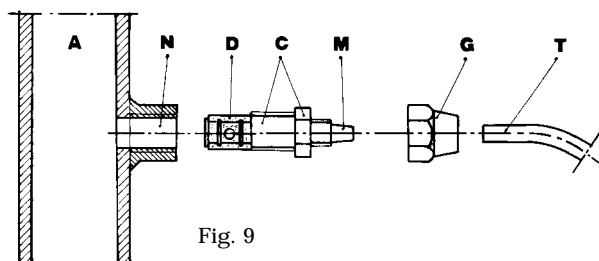

Fig. 9
g.- Seleccione el punto de inyección más apropiado en la tubería de la instalación a tratar y coloque un empalme de 3/8 " gas hembra. Este empalme no viene con la bomba. Enrosque la válvula de inyección en el empalme con la junta de impermeabilización de Teflón Fig.9. Conecte el tubo de la junta cónica de la válvula de inyección y asegúrelo con la abrazadera G correspondiente. La válvula de inyección es también una válvula estática.
3.1 -ESQUEMA DE MONTAJE DE LA VÁLVULA DE INYECCIÓN FIG. 9